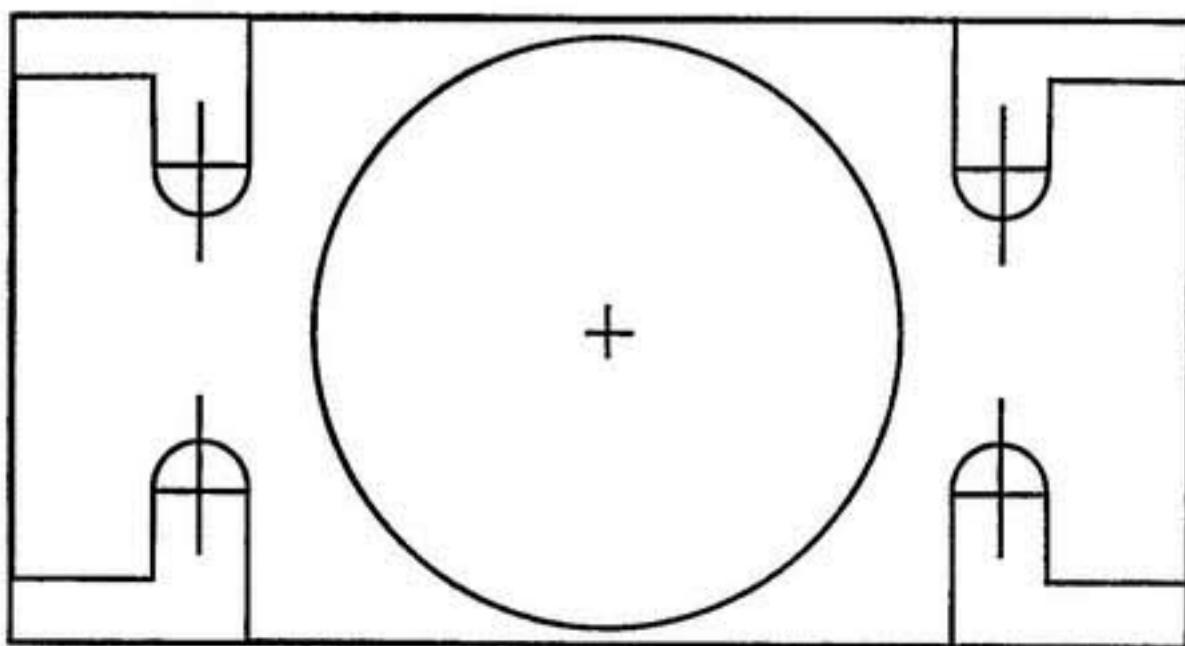

Рис. 145
1. Вы знаете, что начинать надо с разметки. Поэтому вырезанный шаблон изделия (рис. 150) наложите на пластину размерами $250 \times 160 \times 50$ мм и обведите карандашом. Круг разметьте с помощью циркуля, наколов центр его иголкой через шаблон (рис. 145).